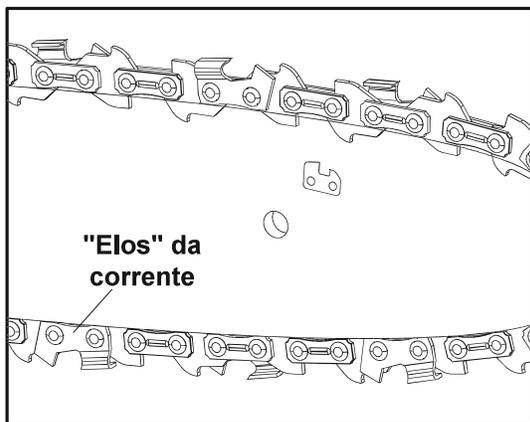

Fig. 14
1. Coloque o produto sobre uma superfície plana adequada, com a cobertura da motosserra podadora (17) virada para si.
2. Verifique a tensão da corrente utilizando uma mão para levantar a corrente (15) contra o peso do produto. A tensão correta da corrente é alcançada quando é possível elevar a corrente aproximadamente 2 - 4 mm acima da guia (14) no centro (Fig. 14, 15).